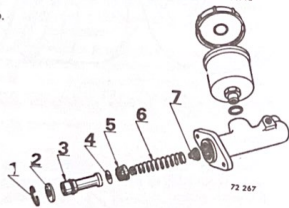

Fig. 64.—Despiece del cilindro principal del freno.
Para la reparación comprimir el conjunto pistón-muelle y sacar el aro de retención (1). (Ver fig. 64.)